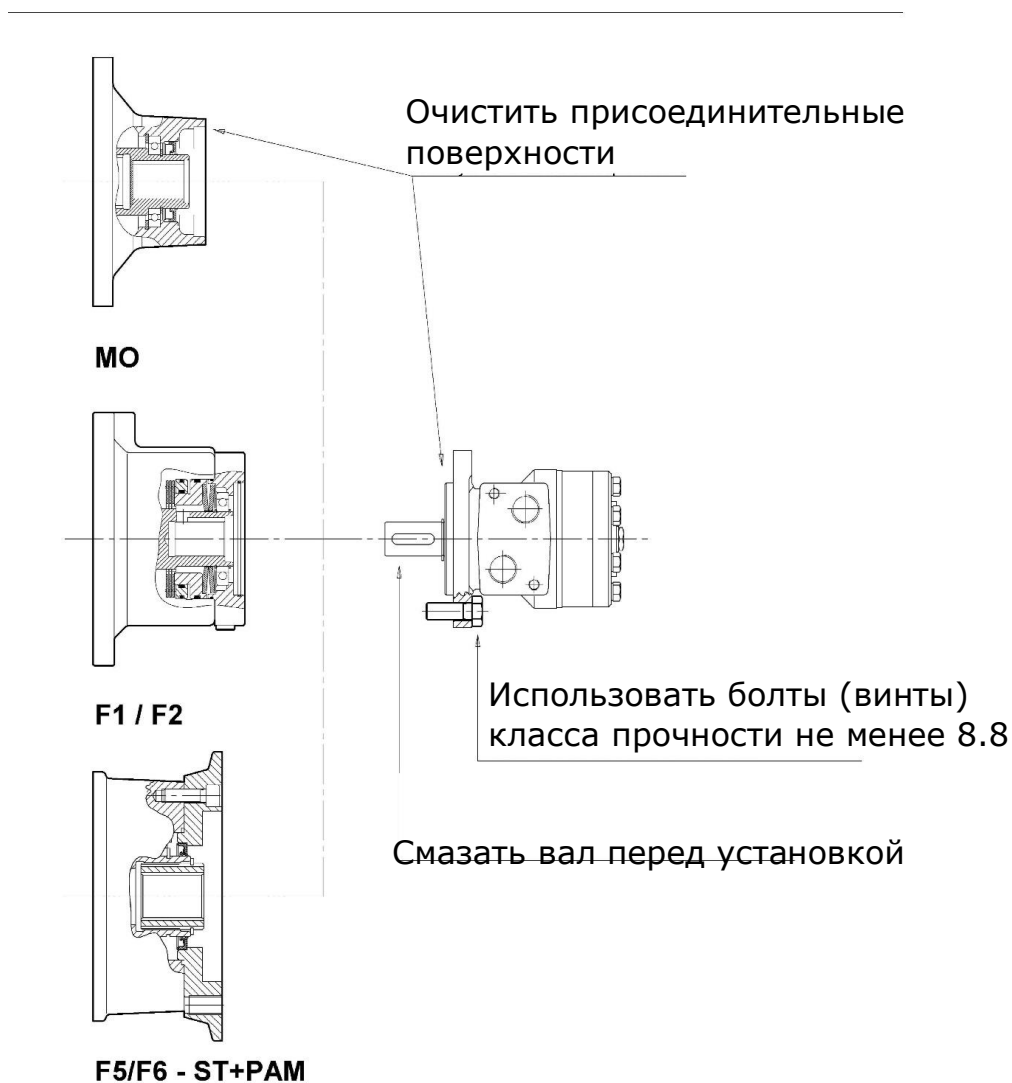

Рисунок 8. Установка гидромотора
2. F1 / F2 исполнения входа редуктора (тормоза) – герметизация соединения между гидромотором и тормозом обеспечивается за счет резинового кольца, устанавливаемого в проточку на внутреннем присоединительном диаметре тормоза. Установку следует проводить с большой аккуратностью, во избежание повреждения уплотнительного кольца (Рисунок 8).